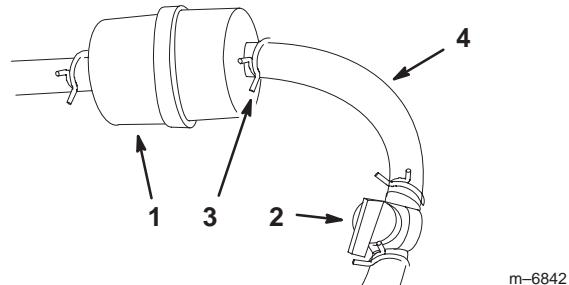

Figure 46
7. Posez un filtre neuf et rapprochez les colliers de fixation du filtre (Fig. 46).
2. Fermez le robinet d'arrivée de carburant (Fig. 46).
3. Desserrez le collier de serrage au niveau du filtre à carburant et repoussez-le le long de la conduite d'alimentation pour l'éloigner du filtre (Fig. 46).
4. Débranchez la conduite d'alimentation du filtre (Fig. 46). Ouvrez le robinet d'arrivée de carburant et laissez l'essence s'écouler dans un bidon ou un bac de vidange.
5. Raccordez la conduite d'alimentation au filtre. Rapprochez le collier de serrage du filtre pour fixer la conduite d'alimentation (Fig. 46).